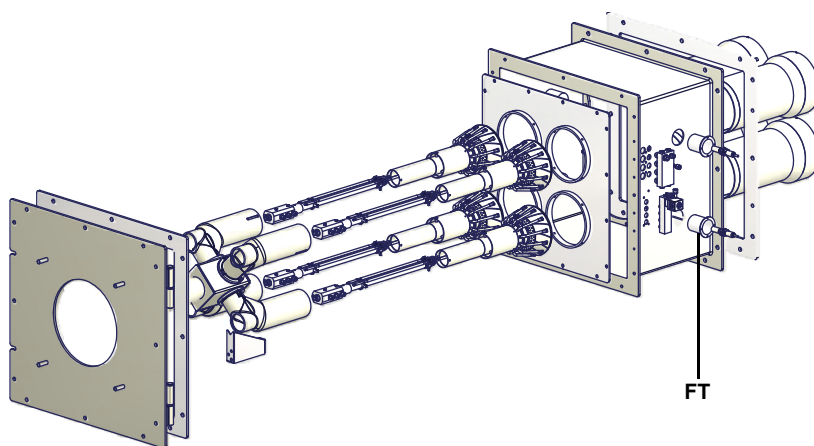

Рис. 28
- Почистите и проверьте патрон дизельного фильтра, в случае необходимости замените его (см. Рис. 28);
- Демонтируйте, проверьте и очистите головку сгорания (см. Рис. 28).